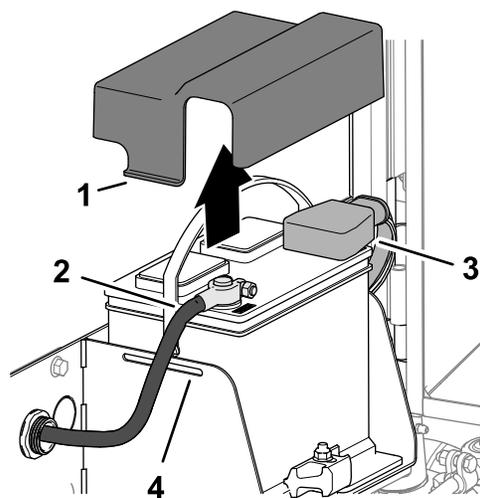

Figura 96
3. Premete i lati del coperchio della batteria e rimuovete il coperchio dal vassoio della batteria (Figura 96).